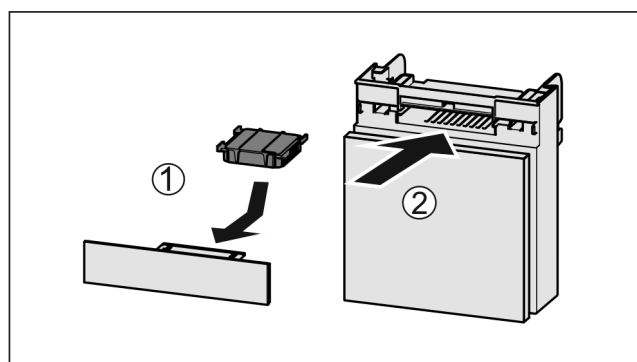

Fig. 114
- ▶ 按图装入 Fig. 114 (1)活性炭过滤器。
- ▶ 推入 Fig. 114 (2)抽屉。